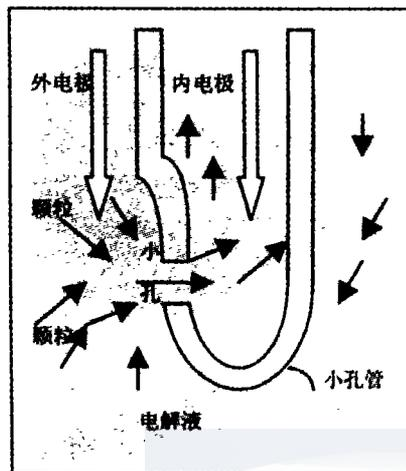

图 1 库尔特分析原理图
**COULTER MULTISIZER I** 通过检测进入导电液体中小孔管两则的两个电极之间电流,来测定导电液体中悬浮颗粒的数目和粒度。液体中的悬浮颗粒在外力的作用下流过小孔,颗粒通过小孔时,将改变电极间的电阻并产生短时电脉冲,电脉冲的大小与颗粒的大小密切相关,脉冲系列用电子法计算、计数,并在与颗粒度有关的通道内累计,这些通道内的数值以颗粒粒度分布曲线的形式显示在仪器的可视显示屏上。分析原理见右图 1。